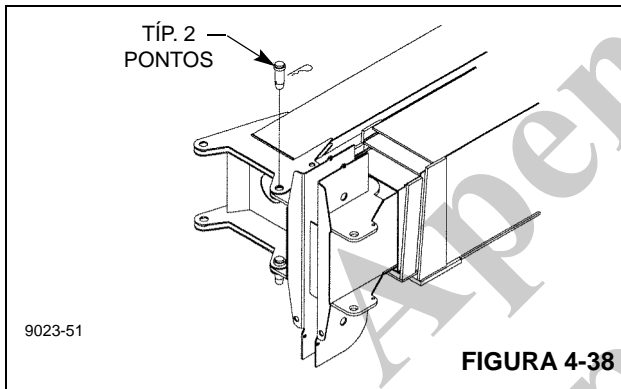

FIGURA 4-38
4. Usando uma ponte rolante, eleve o conjunto do jib e alinhe e prenda o jib à cabeça da polia da lança (Figura 4-38).